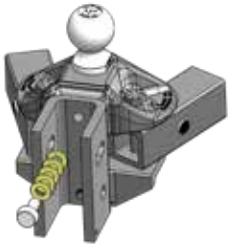

Figure 1
2. Insérez le rivet d'espacement avec rondelles à l'arrière de la tête d'attelage. Commencez avec 6 rondelles d'espacement pour la plupart des configurations. (Figure 1)